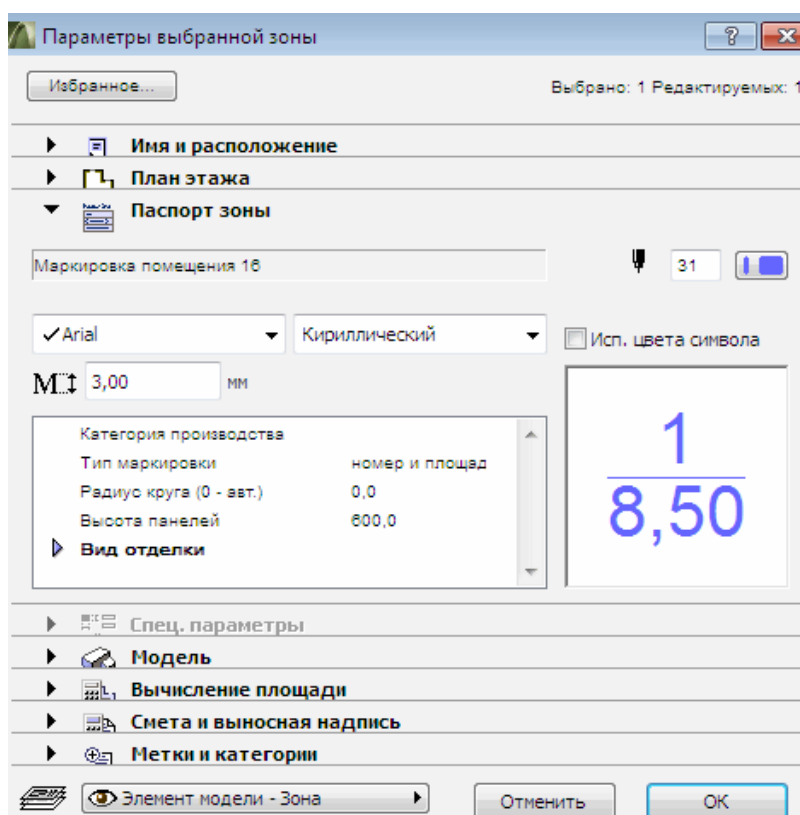

Рис. 124
3. В информационном табло нажмите кнопку **Диалог установки параметров** для открытия диалогового окна установки параметров зоны (рис. 124).